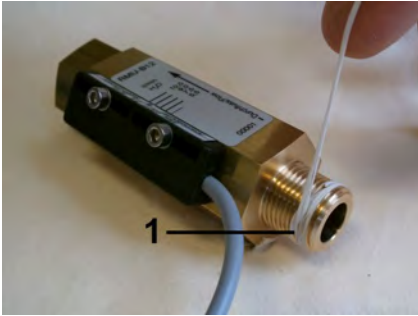

Abb. 9: Dichtfaden aufbringen (Eingang)
2. Dichtfaden (Abb. 9/1) in Gewin-